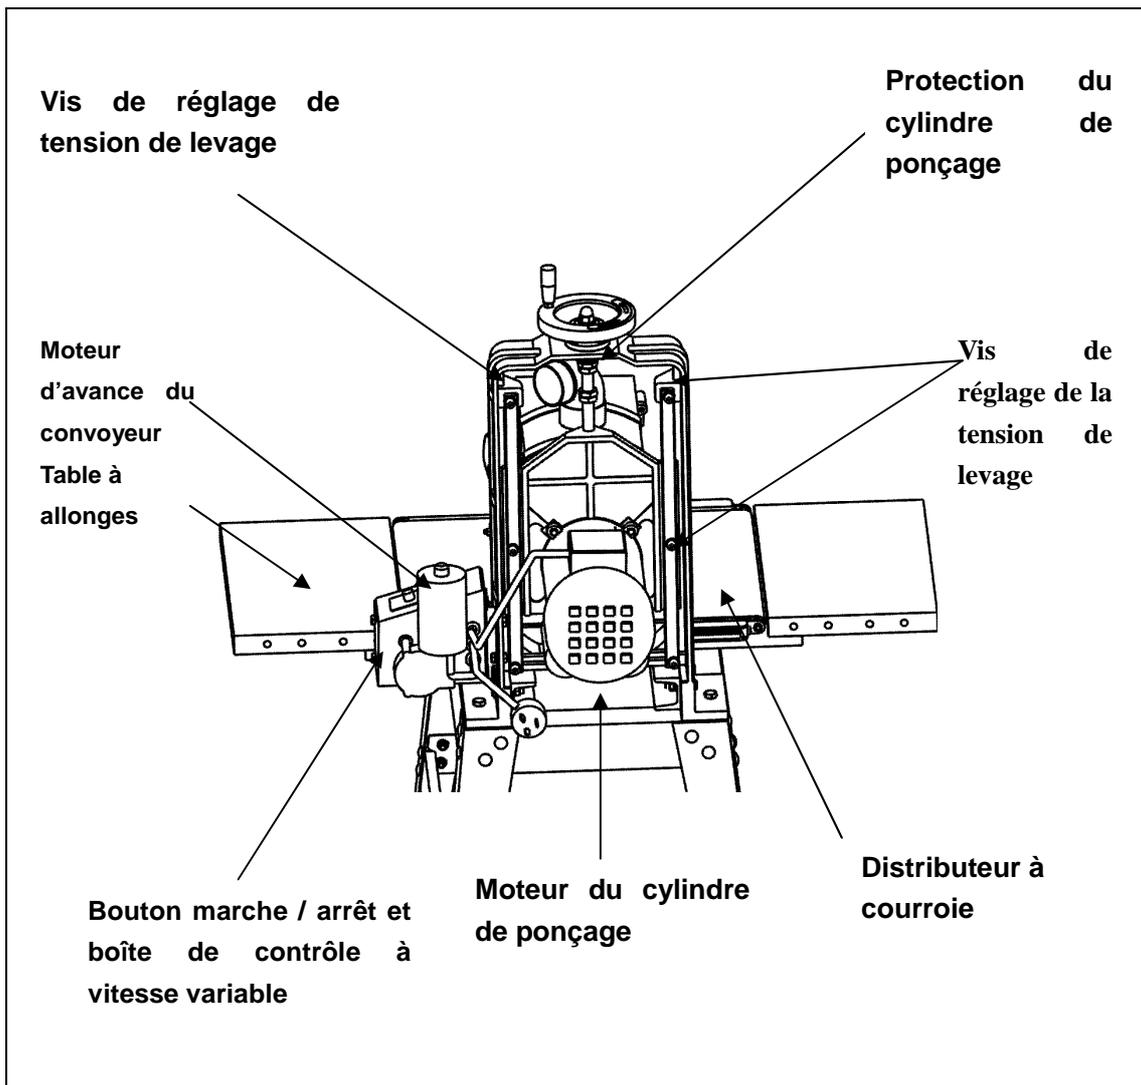

Figure 2
17. **NE METTEZ JAMAIS LES DOIGTS** dans l'orifice à poussière ou sous le couvercle de protection du cylindre contre la poussière (Reportez-vous à la Figure 2.)
Familiarisez-vous avec les éléments suivants et les caractéristiques de la ponceuse à cylindre à l'aide des Figures 2, 3 avant de brancher l'appareil ou de l'utiliser.
La hauteur du cylindre se règle en tournant le bouton de contrôle de la hauteur (référez-vous à la Figure 2) dans le sens horaire. Pour descendre le cylindre, tournez le bouton de contrôle de la hauteur dans le sens antihoraire. La profondeur du mouvement est d'environ $\frac{1}{64}$ " par $\frac{1}{4}$ de tour dans un sens ou dans l'autre. Un tour complet fait $\frac{1}{16}$ ". Les réglages de profondeur peuvent être mesurés en utilisant l'échelle d'indication de la profondeur située à droite du cadre de support du cylindre.
5. Inversez le sens d’avance du bois lors des passes successives, tout en ajustant la profondeur de coupe à l’aide de la poignée de réglage de la hauteur (reportez-vous à la Figure 2). Plusieurs variables affectent la profondeur de coupe adéquate sélectionnée : le choix du grain abrasif, la largeur de la pièce de bois, la vitesse d’avance et la teneur en humidité de la pièce de bois.